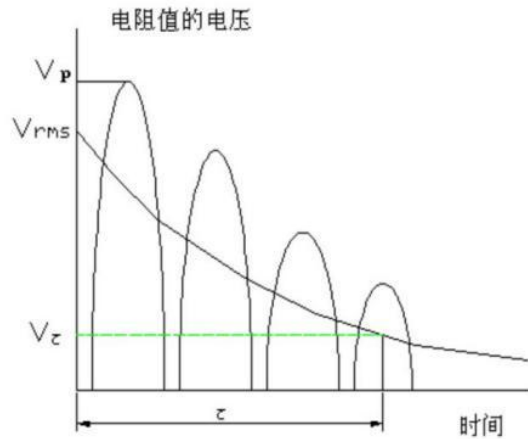

图13 突入电流防护电阻浪涌电压（功率）的衰减波形
冲击电流防护回路中使用的像电阻器一样带有浪涌电力的元件，会因为开关的循环而发生热疲劳，导致断路。浪涌电力、持续时间和循环次数成以下关系。带负荷的衰减波形的耐浪涌特性如图 13 所示。将最大的第一波形的峰值电压 ( $V_p$ ) 代入 (7) 式，可得  $V_{rms}$ ，再代入 (8) 式，可求得额定电力倍数。这两个数值和衰减时间常数  $\tau$  都适用于图 13。该曲线的内侧为安全地带。使用普通的镍铬线（耐浪涌）时，约可承受 30,000 次浪涌。时间常数是当衰减波形的实效值降至第一波形的 0.368 倍时的时间值，所以其